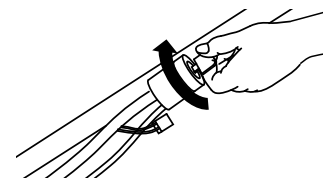
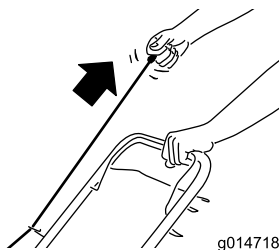

Bild 16
Bild 17
2. Stecken Sie den Schlüssel in den Elektrostart (falls vorhanden) und drehen Sie ihn, siehe Bild 16, oder ziehen Sie am Rücklaufstartergriff (Bild 17).